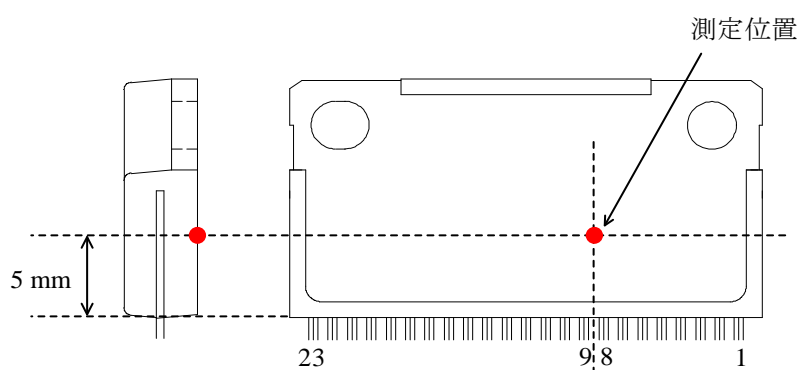

図 3-1 ケース温度測定位置
(1) ケース温度は図 3-1 で規定
(2) 内部 IGBT のジャンクションとケース間の定常熱抵抗（過渡熱特性は 14.1 項を参照）
(3) 内部フリーホイールダイオードのジャンクションとケース間の定常熱抵抗